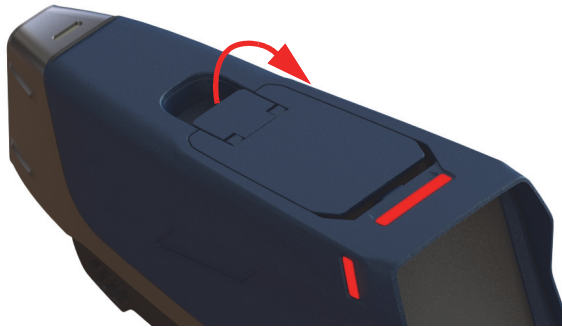

Figure 3-1 Déverrouillage du couvercle
1. Soulevez la languette de la porte et retirez le couvercle (voir Figure 3-1 à la page 62).